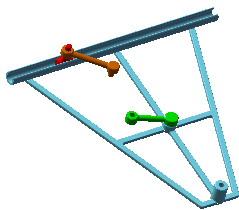
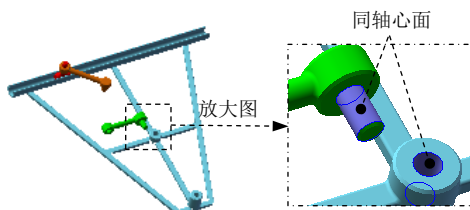
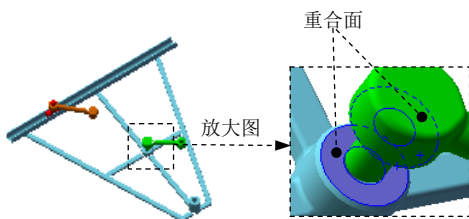

图 9.10.8 添加曲柄零件
图 9.10.9 选取同轴心面
图 9.10.10 选取重合面
Step5. 添加图 9.10.8 所示的曲柄并定位。选择下拉菜单 **插入(I)** → **零部件(Q)** → **现有零件/装配体(E)...** 命令, 系统弹出“插入零部件”对话框, 单击“插入零部件”对话框中的 **浏览(B)...** 按钮, 在弹出的“打开”对话框中选取 crank.SLDPRT, 单击 **打开(O)** 按钮, 将零件放置于合适的位置; 选择下拉菜单 **插入(I)** → **配合(M)...** 命令, 系统弹出“配合”对话框, 单击 **标准配合(A)** 区域中的  按钮, 选取图 9.10.9 所示的两个面为同轴心面, 在“配合”对话框中单击“配合对齐”的“同向对齐”按钮 , 单击对话框中的  按钮, 单击 **标准配合(A)** 区域中的  按钮, 选取图 9.10.10 所示的两个面为重合面, 单击快捷工具条中的  按钮, 单击“配合”对话框中的  按钮, 完成零件的定位。